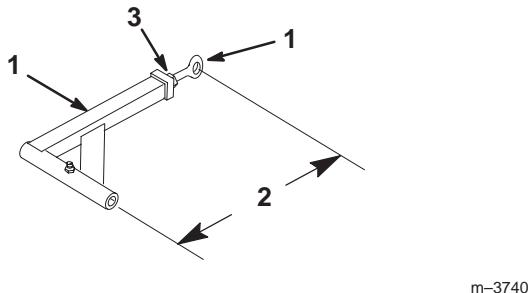

Bild 59
1. Lockern Sie zum Einstellen der Schubarme die Klemmmutter und drehen das Kugelgelenk um jeweils eine Umdrehung entgegen dem Uhrzeigersinn (Bild 59).
2. Stellen Sie beide Seiten immer auf die gleiche Einstellung. Jeder der Schubarme hat eine Nennlänge von 389 mm (Bild 59).